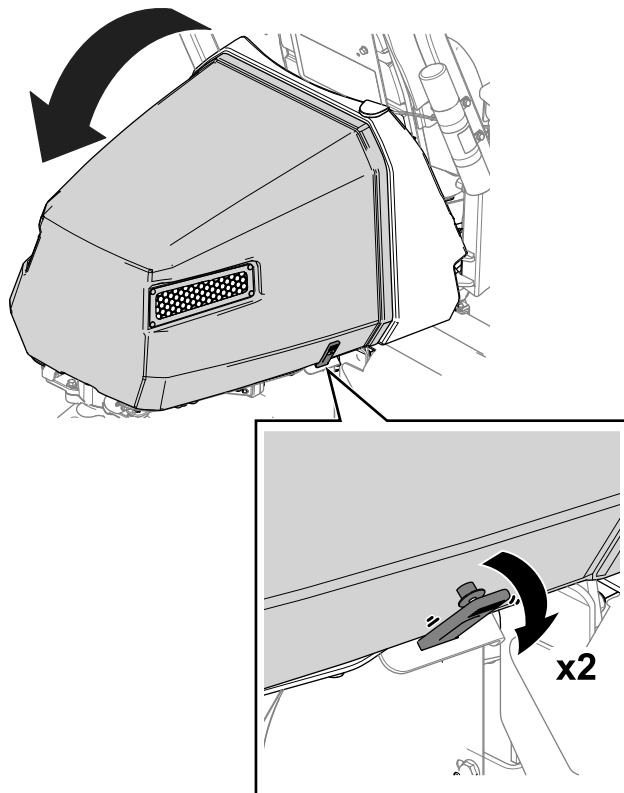

Figura 36
1. Rilasciate le cinghie da ciascun lato del cofano (Figura 36).
2. Sollevare il cofano (Figura 36).